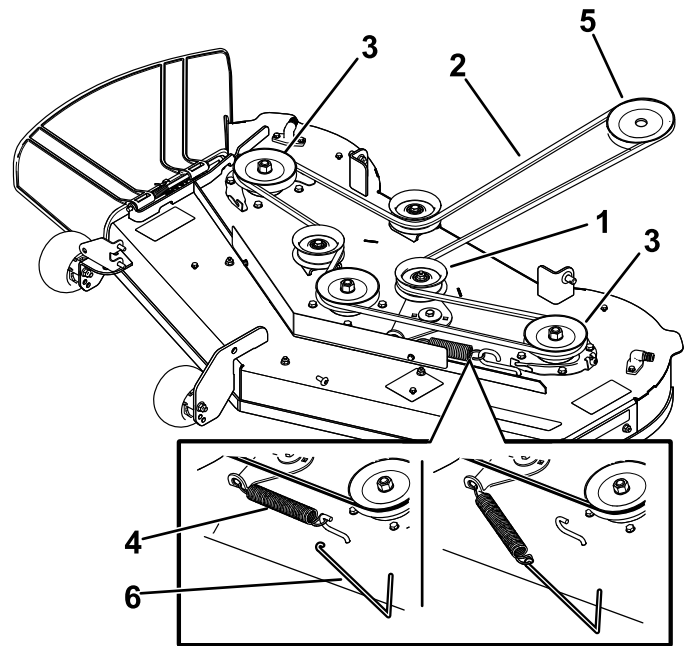

**Figure 57**
7. À l'aide d'un outil de dépose de ressort (réf. Toro 92-5771), décrochez le ressort du crochet sur le plateau pour détendre la poulie de tension et déchaussez la courroie des poulies (Figure 57 ou Figure 58).
8. Acheminez la courroie neuve autour de la poulie du moteur et des poulies du tablier de coupe (Figure 57 ou Figure 58).
9. À l'aide d'un outil de dépose de ressort (réf. Toro 92-5771), accrochez le ressort au crochet sur le plateau pour tendre la poulie de tension et la courroie du plateau du coupe (Figure 57 ou Figure 58).